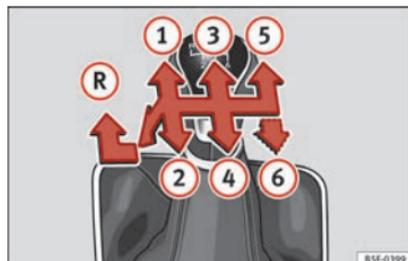

Fig. 45 Schema di un cambio manuale a 5 marce o a 6 marce.
Nella leva selettoria sono indicate le posizioni delle marce » **fig. 45**.
- Per inserire la retromarcia, con la leva selettore in posizione di folle, spingerla verso il basso, muoverla a fondo a sinistra e quindi in avanti » **fig. 45** **(R)**.